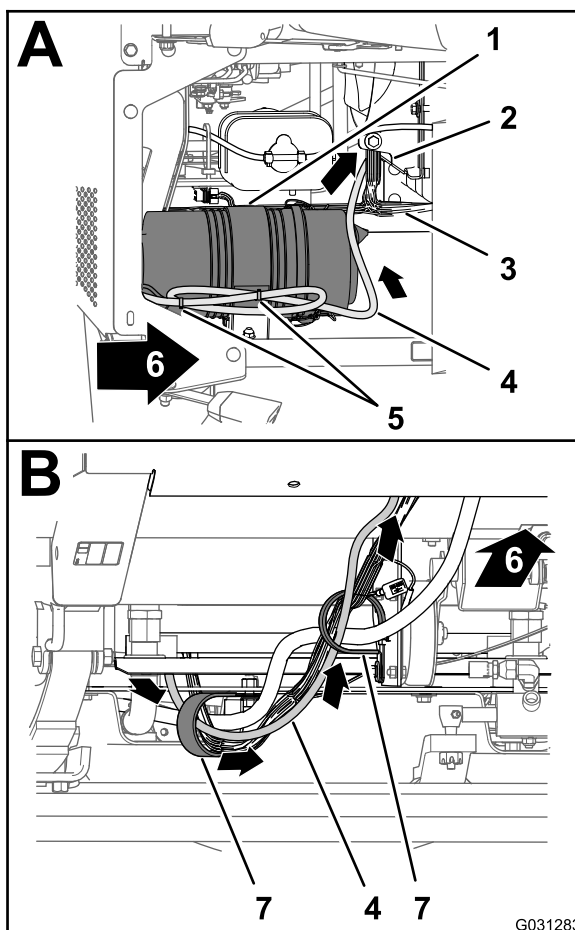

图166
1. 在发动机舱的右侧将数据线束 220cm 支管向前对着发动机的空气滤清器向下对着散热器的右下角 图166。
2. 将数据线束的 220cm 支管向前穿过机器底部的 2 个 R 形夹 图166。